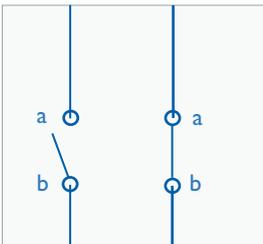

Figure 1. Interrupteur simple
- Deux bornes: 'a' et 'b' – voir Figure 1.